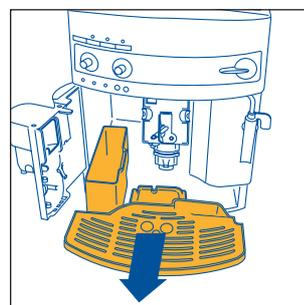

Fig. 16
**NOTA 7 :** la machine compte le nombre de cafés qu'elle fait. Tous les 14 cafés simples (ou 7 doubles), le voyant  s'allume fixe (chap. 12 point 3) pour avertir que le tiroir est plein de pastilles usées et qu'il faut le vider et le nettoyer. Tant que le tiroir n'est pas nettoyé, le voyant reste allumé et la machine ne peut pas faire de café. Pour effectuer le nettoyage, ouvrez le volet de service sur le devant en tirant la poignée (fig. 15) ; le voyant  commencera à clignoter (voir § 12 point 9) ; sortez l'égouttoir (fig. 16) videz-le et nettoyez-le. Videz et nettoyez soigneusement le tiroir à marc en éliminant tous les résidus déposés sur le fond. Essayez également les éventuelles gouttes de condensation déposées à l'intérieur de la machine sous l'égouttoir. **IMPORTANT: quand vous sortez l'égouttoir, VIDEZ TOUJOURS le tiroir à marc, même s'il n'est pas plein. Sans cela, il se peut qu'après, en faisant les cafés, le tiroir se remplisse plus que prévu et que la machine s'engorge de pastilles usées.**
- retirez l'égouttoir et le tiroir à marc (fig. 16) et lavez-les ;